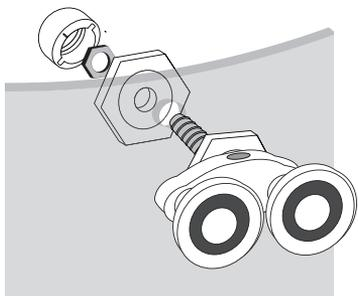

Рис. 54. Установка роликов дверей
19. Установите ролики дверей. См.рисунок 54.